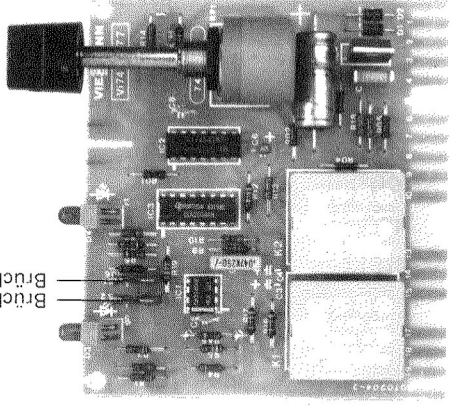

Abb. 8 Leiterplatte „SPR/T“
2. Brücke „S1“ auf der Leiterplatte öffnen (Abb. 8).
2. Brücke „S2“ auf der Leiterplatte öffnen (Abb. 8).